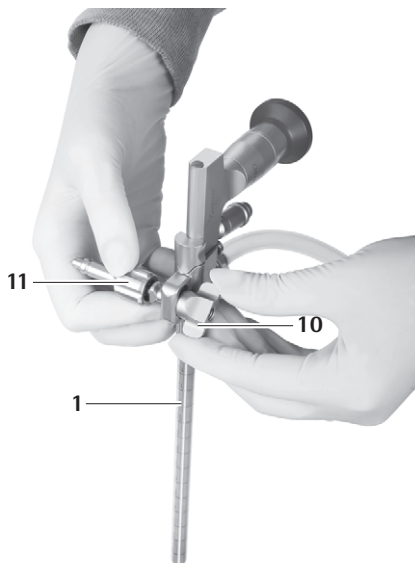

Fig. 19
- ▶ Înșurubați piulița-fluture **10** până când adaptorul pentru brațul de susținere **11** este fixat, vezi Fig. 19.